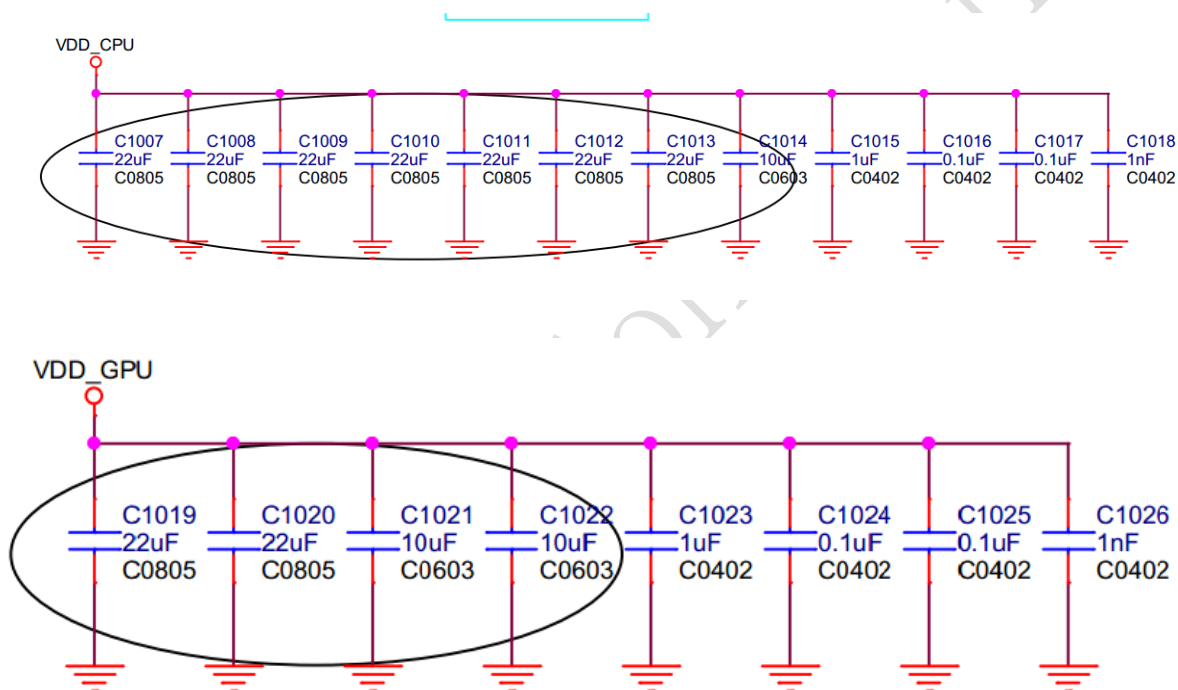

图5-1
- VDD_CPU与VDD_GPU为主控主要供电，峰值电流分别可达4.4A/3.6A（CPU@1.6GHz、GPU@400MHz），所以请不要删减参考设计中的电容，大电容放置在主控芯片背面（或就近）以保证电源纹波在100mV以内，避免在大负载情况下引起电源纹波偏大，（VDD_CPU为154uF电容，VDD_GPU为66uF电容，）如图5-1；